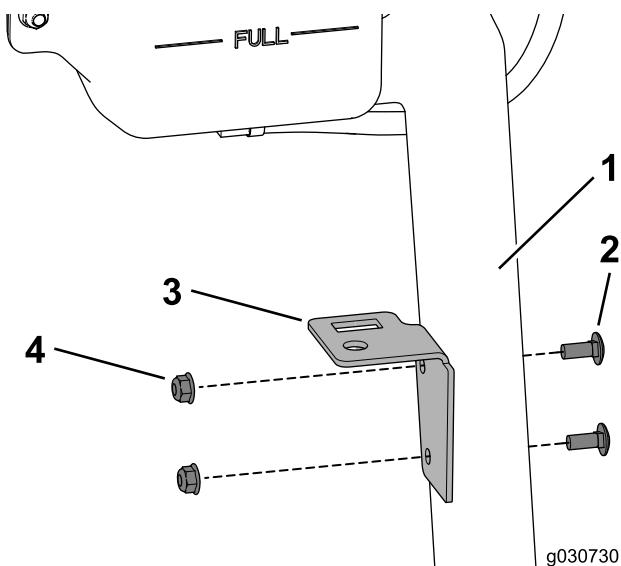

Figura 33
- Utilize dois parafusos de carroçaria (5/16 x 3/4 pol.) e duas porcas flangeadas (5/16 pol.) para prender a placa do depósito ao suporte do recipiente do líquido de arrefecimento (Figura 33).